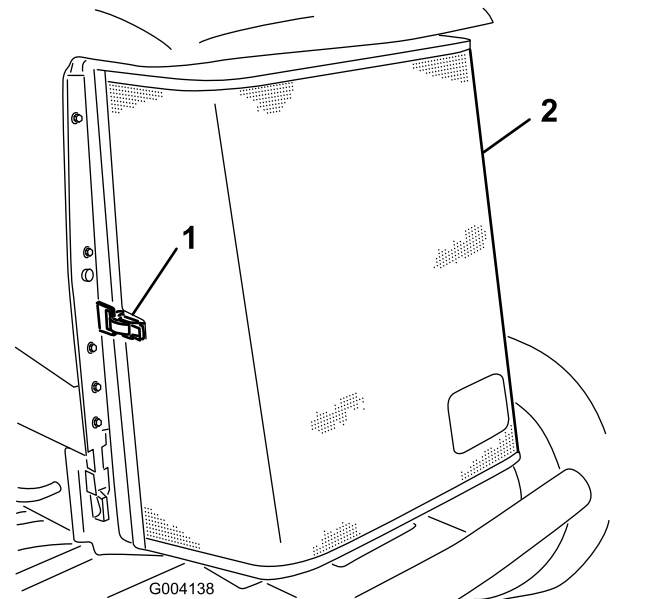

Figure 81
- Déverrouillez l'attache et ouvrez la grille arrière (Figure 81).